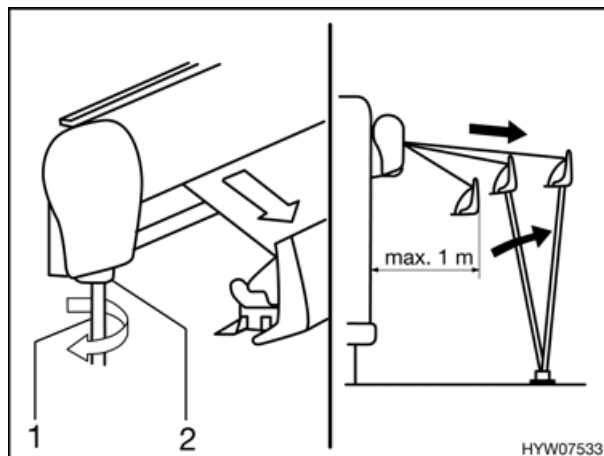

Fig. 16 Estrazione della tenda
- Inserire la manovella (Fig. 16,1) nel supporto a baionetta (Fig. 16,2) della tenda e girarla in senso antiorario.